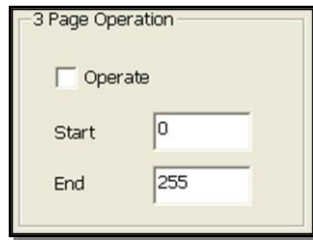
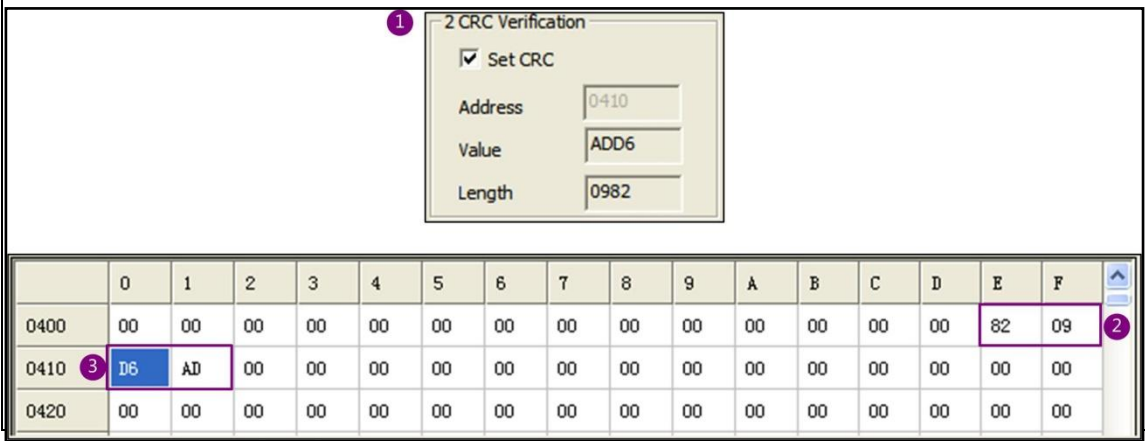

图 9 Page Operation（页操作）
图 10 CRC Verification（CRC 校验）
如图 9 所示，如果已勾选 **Operate**，并设置 **Start**（起始页）和 **End**（末页）信息，用户将操作相应范围内的 Flash 内容。页操作时，实际操作的是起始页 Flash 开始地址到末页的前一页的 Flash 结束地址，例如，起始页设为“2”，末页设为“60”，则，
按页进行自动或脱机下载数据表格内容时，HexWriter_SD502 不再支持 **CRC Verification**（CRC 校验）功能。如图 9 和图 10 所示，如果同时勾选 Operate 和 SetCRC，则系统会报警 **“In Page Operation mode, CRC Verification is not available. Do you want to download the unverified data?”**（页操作时，CRC 校验功能不能用，请确定是否需要下载？）此时，如果选是，则系统自动取消 CRC 检验功能，继续下载操作；如果选否，则需要重新操作。
用户可根据需要选择是否采用 CRC-16 进行 Flash 内容校验。正确连接 SD502 后，勾选 **Set CRC**，再打开 hex 文件或.ini 文件后，图 10 所示的 CRC 校验对话框 ① 会显示相应的 CRC 检验相关信息，其中，
2. **Value**: 根据 CRC 长度（Length）计算得到的 CRC 校验值，将存于 **Address** 及后一地址处，以小端模式存储。烧写程序时，这项数据会烧写到目标板 Flash 的相应地址中。打开 Hex 文件或.ini 文件后该值不会直接显示在**数据表格**中，只有将**数据表格**中的内容全部正确烧写入目标板 Flash 中，再读 Flash 时，**数据表格**的相应位置才会显示 CRC 值。图 10 中的 ② 为显示在**数据表格**中的 CRC 值。
3. **Length**（CRC 长度）: 所选芯片的 Flash 总容量减去六个字节，将存于 **Address** 前四个地址处，以小端模式存储。烧写程序时，这项数据会烧写到目标板 Flash 中。打开 Hex 文件时该值不会直接显示在**数据表格**中，只有将该 Hex 文件全部正确烧写入目标板 Flash 中，再读 Flash 时，**数据表格**的相应位置才会显示 Length。图 10 中的 ③ 为显示在**数据表格**中的 Length。
如果未正确连接 SD502 或 SD502 即打开 Hex 文件，则系统会报错 USB 通讯错误。按页进行自动或脱机下载数据表格内容时，HexWriter_SD502 不再支持 CRC 校验功能。如图 9 和图 10 所示，如果同时勾选 **Operate** 和 **SetCRC**，则系统会报警 “**In Page Operation mode, CRC Verification is not available. Do you want to download the unverified data?**”（页操作时，**CRC 校验功能不能用，请确定是否需要下载？**）此时，选**是**，则系统自动取消 CRC 检验功能，继续下载操作；选**否**，则需要重新操作。